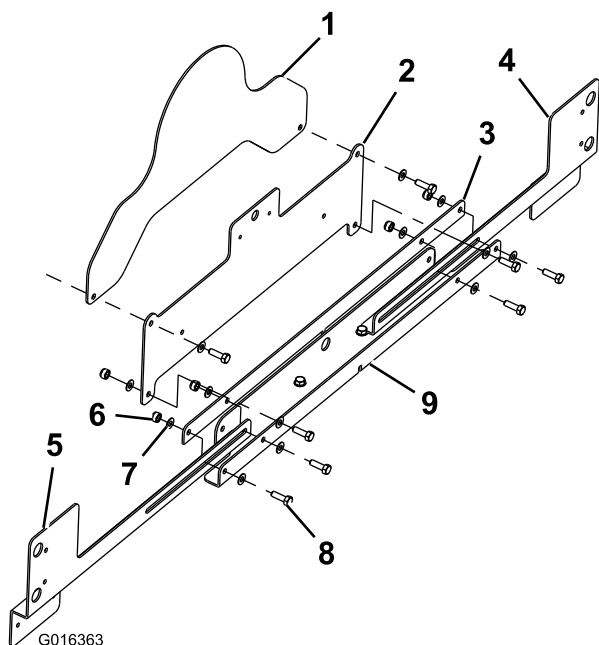

Bild 9
1. Bauen Sie die Heckplatte zusammen, wie in Bild 9 dargestellt.